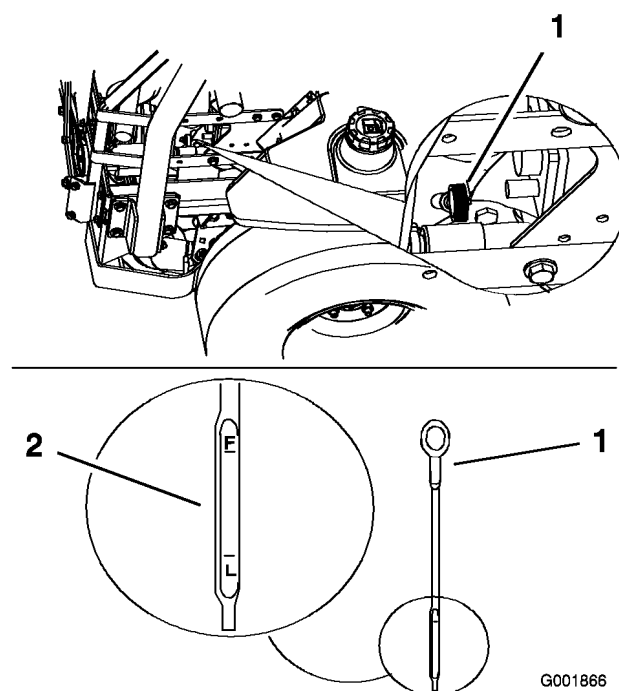

Figure 37
3. Nettoyez la surface autour de la jauge d'huile (Figure 37) pour éviter que des impuretés ne s'introduisent dans le goulot de remplissage, ce qui risquerait d'endommager le moteur.
4. Sortez la jauge d'huile et essuyez soigneusement l'extrémité métallique (Figure 37).
5. Enfoncez la jauge complètement dans le tube. Ressortez la jauge et examinez l'extrémité métallique (Figure 37). Si le niveau est bas, versez lentement une quantité d'huile suffisante dans le trou de remplissage pour amener le niveau au repère du plein.